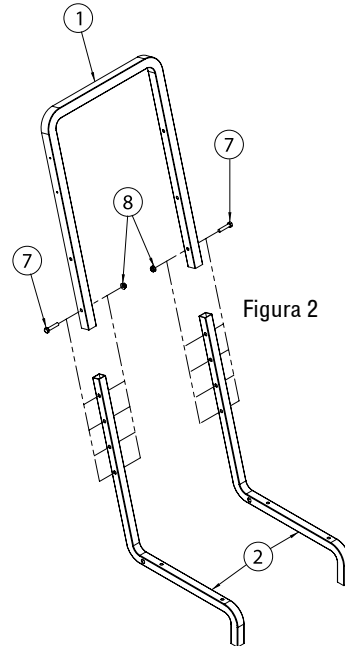

Figura 2
3. Del modo mostrado en la figura 2, conecte las patas (1) a la manija (2) usando dos tornillos de tapa hexagonal (3) y dos tuercas de cerradura (4). Establezca la altura de la carreta seleccionando uno de los cuatro agujeros de ajuste en cada pata.